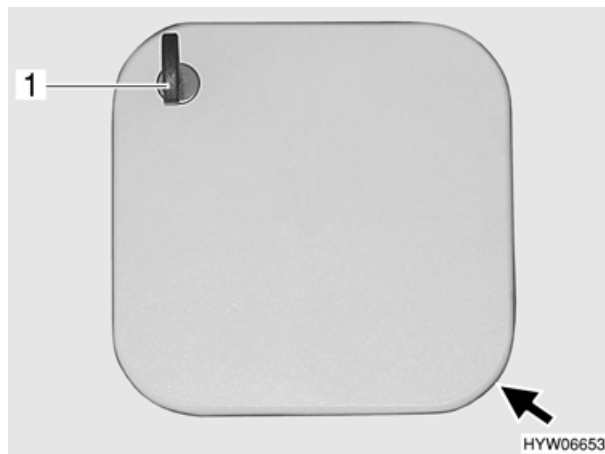

Fig. 15 Serratura dello sportello (variante 2)
- Inserire la chiave nel cilindro della serratura (Fig. 15,1).